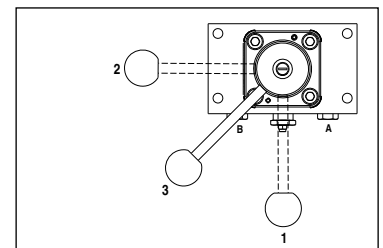

Figura 7
(vedere la Figura 7)
4. Ruotare la manopola della valvola di comando nella posizione neutra ("3") (vedere la Figura 7 per le posizioni della valvola).